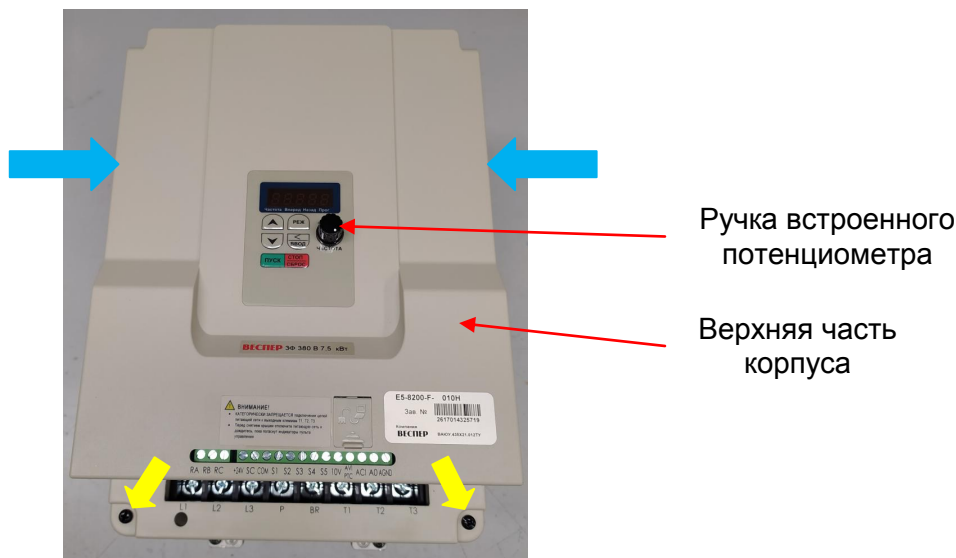
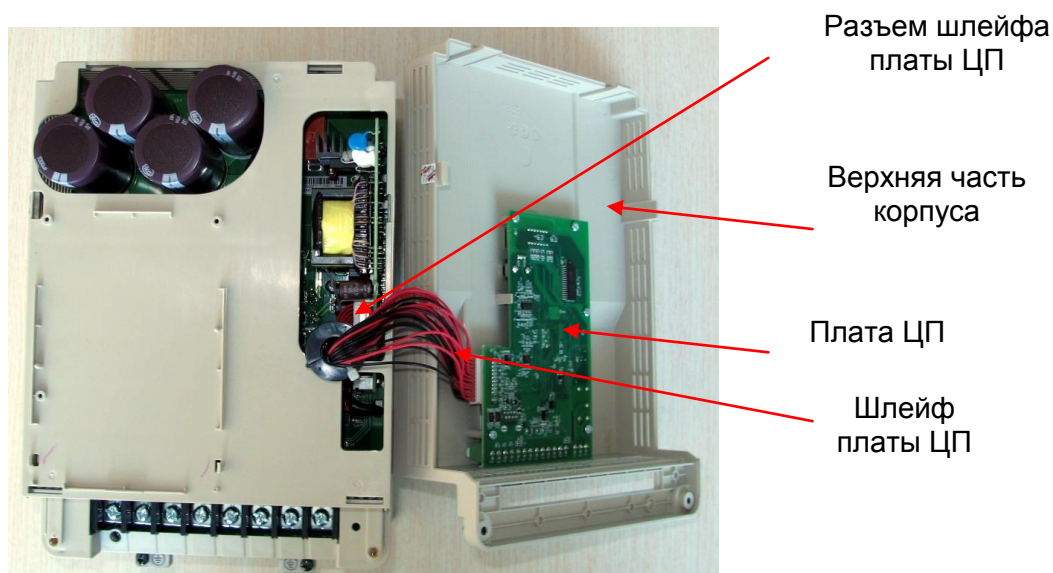

Рис. 6.1
Рис. 6.2
6.1.1. Выкрутить два невыпадающих винта крепления верхней части корпуса (желтые стрелки, рис. 6.1).
6.1.2. Нажать на защелки на боковых сторонах верхней части корпуса (синие стрелки, рис.6.1), приподнять верхнюю часть корпуса и отвести ее вправо (рис. 6.2).
6.1.3. Отсоединить разъем шлейфа платы ЦП (рис. 6.2).
- 6.2.1. Снять ручку встроенного потенциометра (см. рис. 6.1).